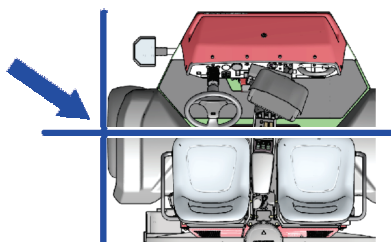

Figura 40
2. Allineate la parte centrale esterna dello pneumatico anteriore sinistro con il punto di partenza del nuovo confine del campo (Figura 40).